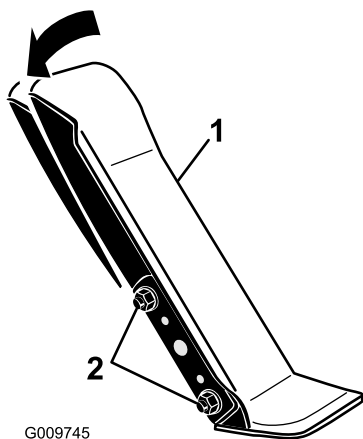

Рисунок 116
1. Ослабьте две гайки и болты крепления левой стороны педали управления тягой к кронштейну (Рисунок 116).
2. Поверните педаль под требуемым рабочим углом и затяните гайки (Рисунок 116).